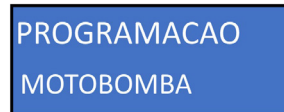

Figura 40
31. Para realizar la programación navegue por el menú principal utilizando los botones “arriba” o “abajo” hasta encontrar la función “PROGRAMACION MOTOBOMBA” (figura 40), pulse el botón “OK” para ser dirigido al menú Setup.